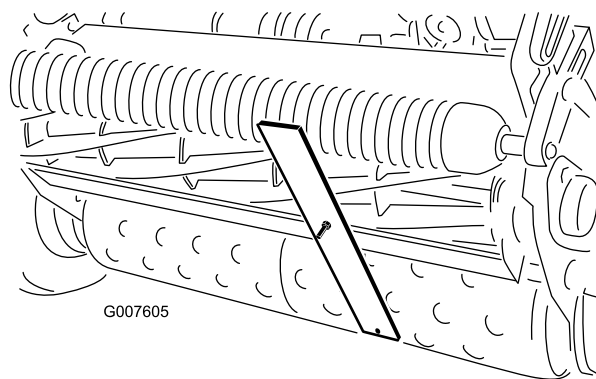

Figura 50
4. Prenda a cabeça do parafuso à extremidade cortante da lâmina de corte e apoie a extremidade traseira da barra no rolo traseiro (Figura 50).